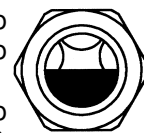

Figura 7
Nível de enchimento: até meio do óculo de inspecção do nível do óleo (642) (figura 7). Respeite rigorosamente o nível de enchimento. Um enchimento excessivo provoca um aumento da temperatura da chumaceira, podendo dar azo a fugas de óleo. Um nível demasiado baixo pode prejudicar a lubrificação.